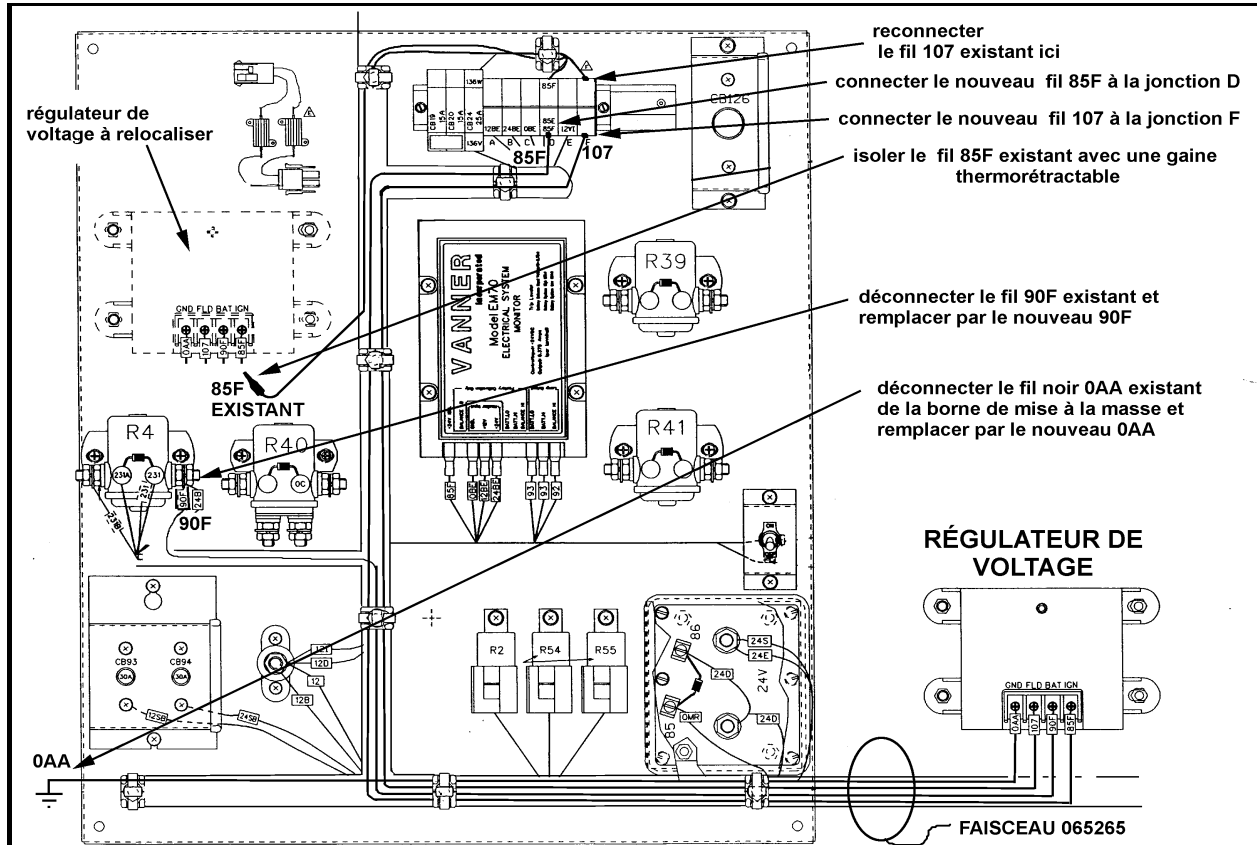

Figure 3 : relocalisation du régulateur de voltage
- Localiser le régulateur de voltage Delco Remy sur le panneau du fond (figure 3).
- À l'aide d'un tournevis plat, déconnecter les 4 fils aux bornes du régulateur. Ces fils sont identifiés OAA, 107, 90F et 85F (figure 3).
- Déconnecter l'autre extrémité du fil OAA de la borne de mise à la masse (ground) et retirer ce fil de la couette en ouvrant les attaches (figure 3).
- Reconnecter la cosse à anneau du fil 107 existant à la jonction F de la plaque à bornes (figure 3).
7. Déconnecter l'autre extrémité du fil 90F de la borne du relais R4 et retirer ce fil de la couette en ouvrant les attaches (figure 3).
8. Couper et isoler le fil 85F existant avec une gaine thermorétractable (figure 3).
10. Connecter le nouveau faisceau de fil # 065265 aux bornes du régulateur de voltage. Pour ce faire, utiliser l'extrémité du faisceau où tous les connecteurs de type cosse à anneau sont de la même grosseur. Connecter les fils de la façon suivante : fil 0AA sur la borne GND, fil 107 sur la borne FLD, fil 90F sur la borne BAT, fil 85F sur la borne IGN (figure 3).
11. Connecter l'autre extrémité du fil 0AA à la borne de mise à la masse (figure 3).
12. Connecter l'autre extrémité du fil 107 à la jonction F de la plaque à bornes (figure 3).
13. Connecter l'autre extrémité du fil 90F à la borne du relais R4 (figure 3).
14. Connecter l'autre extrémité du fil 85F à la jonction D de la plaque à bornes (figure 3).